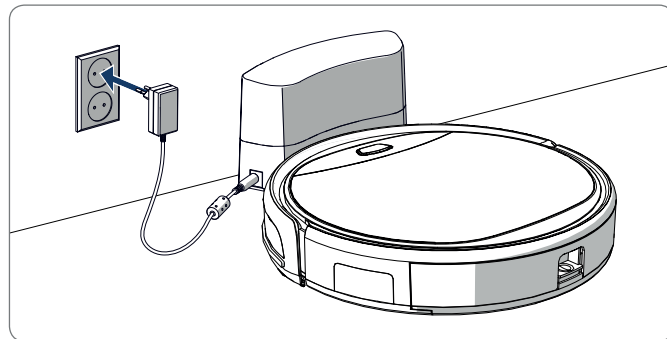

Figura 10 - Carga del robot con la estación de carga
- En la estación de carga, vea la Figura 10. La luz de alimentación de la estación de carga se iluminará cuando se esté produciendo la carga.